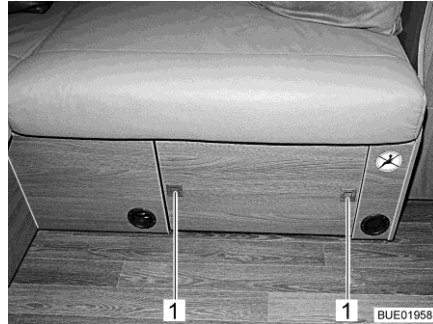

Fig. 127 Table de salon, rangée
- Appuyer sur les boutons-poussoirs (Fig. 127,1) sur le cache du coffre du siège. Les boutons-poussoirs font un bond vers l'extérieur.
- Enfoncer les boutons-poussoirs (Fig. 127,1) jusqu'à ce qu'ils s'enclenchent.